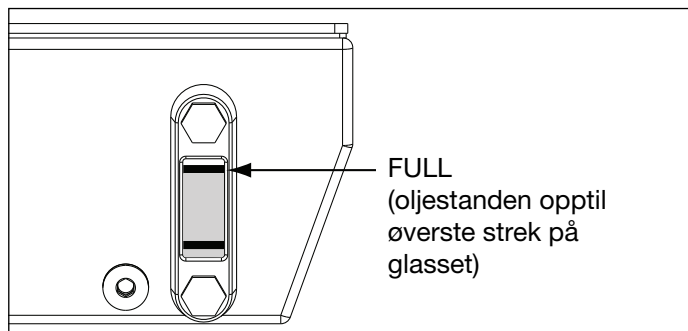

Figur 1, luftelukk og oljefylleplugg
Se figur 1. Det sitter en transportplugg (A) i luftpporten på toppen av tanken. Før du bruker pumpen må du skifte ut transportpluggen (A) med luftelokket (B) og adapterkopligen (C).
Kontroller oljenivået på pumpen før oppstart. Tanken er full når oljestanden er opp til den øverste streken på nivåglasset, som vist i Figur 2. Om nødvendig, etterfyller du olje ved å ta oljefyllepluggen (D) ut av påfyllingsrøret, som vist i Figur 1. Bruk Enerpac HF-olje (ISO-grad 32).